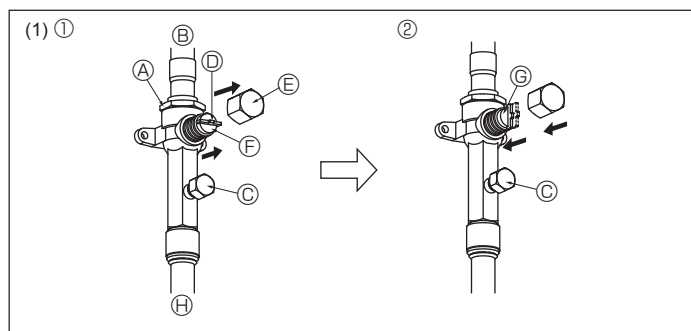
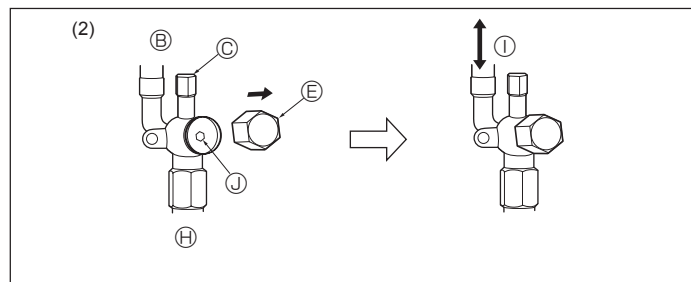

Fig. 4-7
Fig. 4-8
(1) Côté gaz (Fig. 4-7)
- ① Enlever le capuchon, ramener la poignée vers soi et la tourner d'un quart de tour en sens inverse des aiguilles d'une montre pour ouvrir la vanne.
- ② Vérifier que la vanne d'arrêt est complètement ouverte, appuyer sur la poignée et tourner le capuchon pour le ramener sur sa position d'origine.
(2) Côté liquide (Fig. 4-8)
- ① Retirez le bouchon, et tournez la tige de soupape à fond dans le sens antihoraire avec une clé hexagonale de 4 mm [3/16"]. Arrêtez de tourner quand elle frappe la retenue.
- ② Vérifier que la vanne d'arrêt est complètement ouverte et tourner le capuchon pour le ramener sur sa position d'origine.